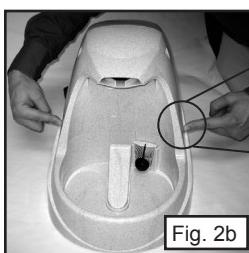

Fig. 2b
- 5) Retirer le boîtier du filtre en poussant doucement de chaque côté de la fontaine, à l'intersection de la courbe et du joint. Soulever doucement. (Fig. 2b-d)